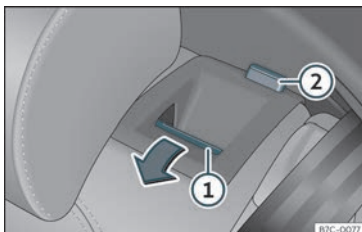

Fig. 102 Seient posterior: abatere el respall.
- Premeu la tecla de desbloqueig»» fig. 102 ① cap endavant i, alhora, abateu el respall. El respall del darrere està desbloquejat quan es veu una marca vermella a la tecla ②.
El respatllel del darrere està desbloquejat quan es veu una marca vermella a la tecla »» **fig. 102** ②.